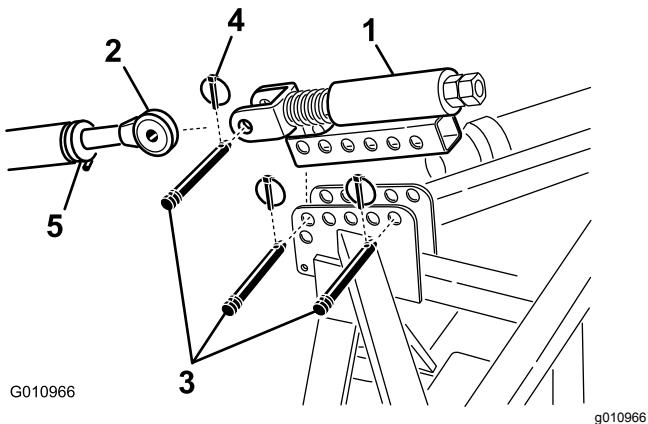

Bild 9
1. Befestigen Sie den hydraulischen Oberlenker mit den zwei Steckstiften und Klappsteckern an der Aerifiziererhalterung (Bild 9)
2. Lösen Sie die Sicherungsmutter am Traktoroberlenker. Stellen Sie die Länge des Oberlenkers ein, bis er mit der Lastöse am gefederten Oberlenker des Aerifizierers ausgefluchtet ist (Bild 9).
- befestigen Sie ihn mit einem Steckstift und einem Klappstecker (Bild 9).
6. Drehen Sie den Oberlenker, bis die Feder ungefähr 13 mm komprimiert ist (Bild 9).